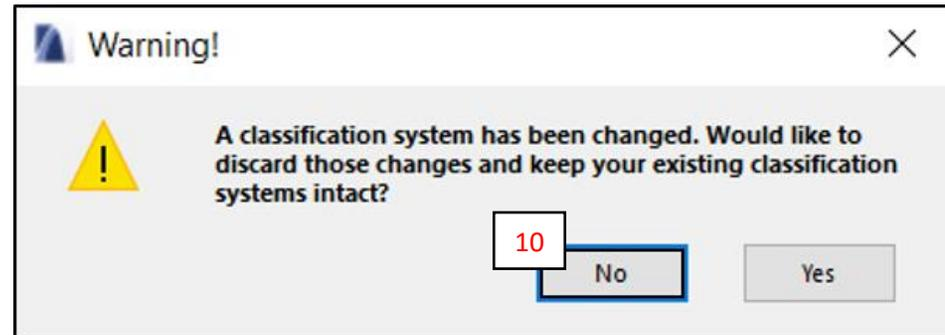

**Fig. 8**
- C. Se abrirá la ventana “Vertical Position” que permite combinar los niveles del Proyecto del Usuario con los niveles del archivo .mod creado. Desplegar el botón de **Stories of model being merged** (7) y seleccionar el nivel del archivo .mod que se asociará al nivel corriente del Proyecto de Usuario. (Fig. 8)
- D. Seguido en la ventana “Vertical Position”, en **Top Linked of Merged Model**, seleccionar según los requerimientos del Usuario **Adjust Height to Story Structure of Host Project** para ajustar la altura del nivel del archivo .mod a la altura del nivel del Proyecto de Usuario o **Keep height as in Story of Original Project** para mantener la altura definida en el modelo original del archivo .mod. (8). (Fig. 8)
- E. Seleccionar el botón **Ok** (9) para finalizar el proceso. (Fig. 8)